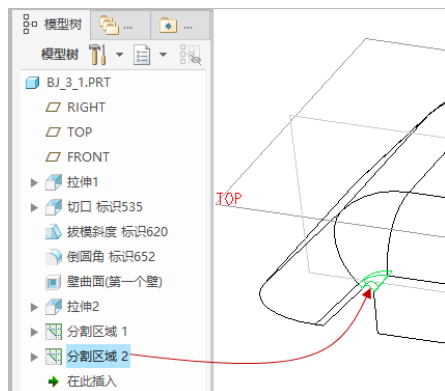

图 3-18 创建“分割区域 2”特征
(9) 在“分割区域”选项卡中接受默认设置, 单击✔ (完成) 按钮, 从而创建“分割区域 2”特征, 如图 3-18 所示。